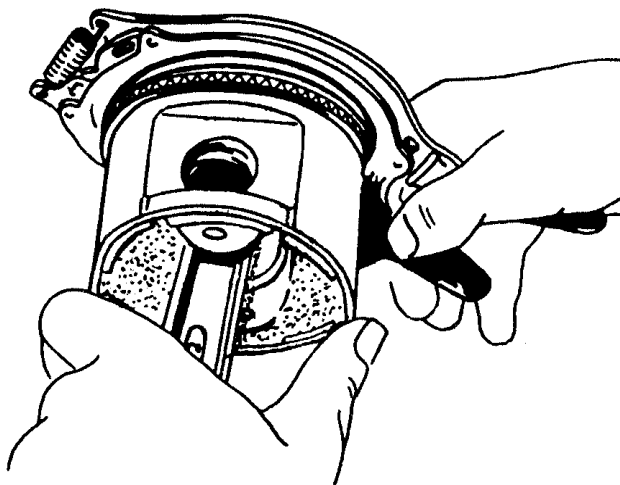

Рис.40. Снятие поршневых колец с поршня приспособлением 5-У-11388
50. Съемником 5-У-11388 снять поршневые кольца с поршней (рис.40) и разложить их в порядке установки.